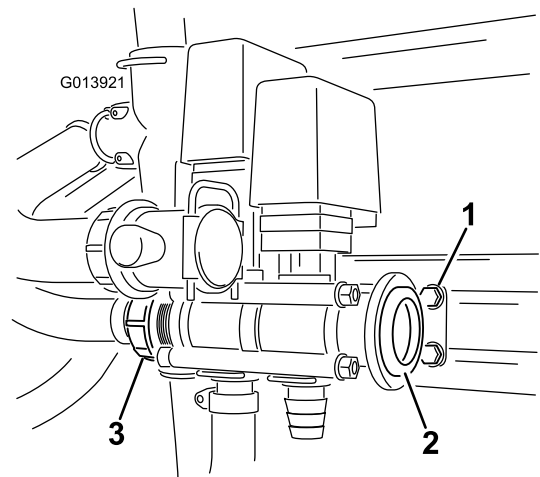

Figura 7
Nota: Accertatevi che la staffa sia liberamente regolabile man mano che vengono accoppiate le valvole (Figura 7). La coppia di serraggio massima è di 271–339 N-cm.
19. Inserite la rondella nel riduttore e posizionate la fascetta stringitubo allentata sul corpo del riduttore (Figura 7).